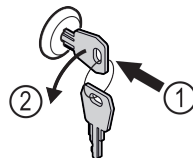

Fig. 162
- ▶ Zatlačte kľúč. Fig. 162 (1)
- ▶ Otočte kľúč o 90° v protismere hodinových ručičiek. Fig. 162 (2)